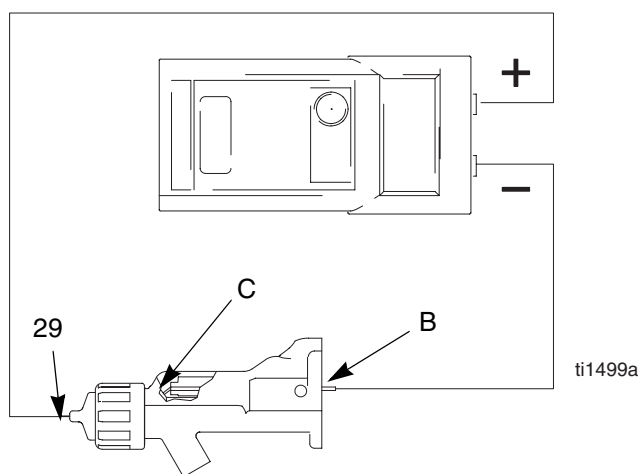

Fig. 8. Prova della resistenza degli elettrodi
1. Inserire un perno conduttivo (B) nel canotto della pistola (rimossa per la prova del generatore) e nel contatto di metallo (C) davanti al canotto.
2. Misurare la resistenza fra l'asta conduttiva (B) e l'elettrodo della pistola (29). La resistenza deve essere compresa tra i 20 ed i 30 megohm. Vedere la Fig. 8.